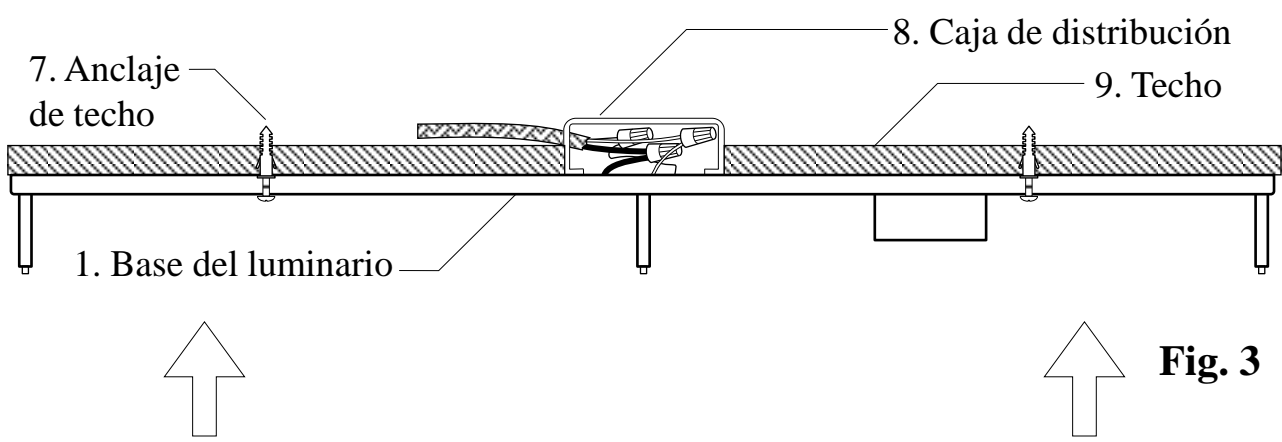

Fig. 3
6. Meta con cuidado todas las conexiones de cables en la caja de distribución (#8). Coloque la base del luminario (#1) en el lugar deseado, asegurándose de que los tornillos de montaje (#6) roscados a la mitad pasen por las aberturas grandes de los agujeros de bocallave (#17). Deslice la base del luminario (#1) para que los tornillos de montaje (#6) se deslicen por las aberturas estrechas de los agujeros de bocallave (#17). Apriete los tornillos de montaje (#6) para asegurar la base del luminario (#1) en su lugar (**Fig. 3 y 3-1**).